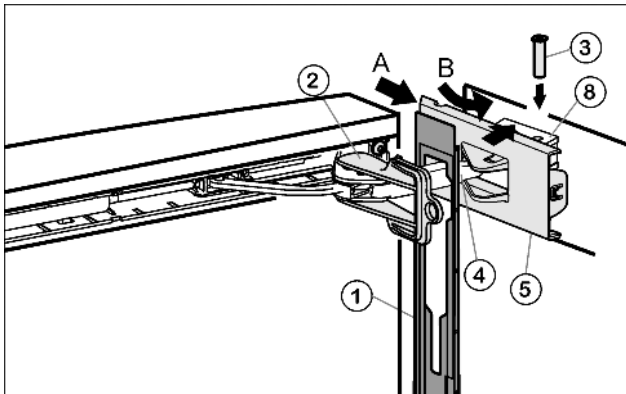

Fig. 18
- ▶ Accrocher le panneau Fig. 18 (1) sur l'étrier de l'amortisseur Fig. 18 (4), de telle sorte à ce que l'ergot d'encliquetage pointe vers l'intérieur et la face avant de l'appareil.
- ▶ Pousser le cache Fig. 18 (5) depuis l'extérieur (A) et le faire pivoter au-dessus de l'élément pivotant Fig. 18 (8) (B).
- ▶ Poser le cache Fig. 18 (5) et l'encliqueter jusqu'au premier enclenchement.
- ▶ Tirer l'étrier de l'amortisseur Fig. 18 (4) vers l'élément pivotant et enfoncer à nouveau le pivot Fig. 18 (3) à partir du haut, de telle sorte à ce que le carré repose dans l'évidement.
- ▶ Bloquer maintenant le cache Fig. 18 (5) complètement sur l'élément pivotant Fig. 18 (8).
- ▶ Retirer le dispositif d'arrêt Fig. 18 (2) en le tournant.
- ▶ Faire encliqueter le panneau Fig. 18 (1) à la porte.